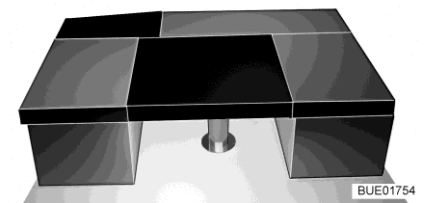

Fig. 156 Después de la transformación
- Colocar el cojín adicional rectangular en la mesa (entre los cojines de asiento de los bancos, véase Fig. 156).